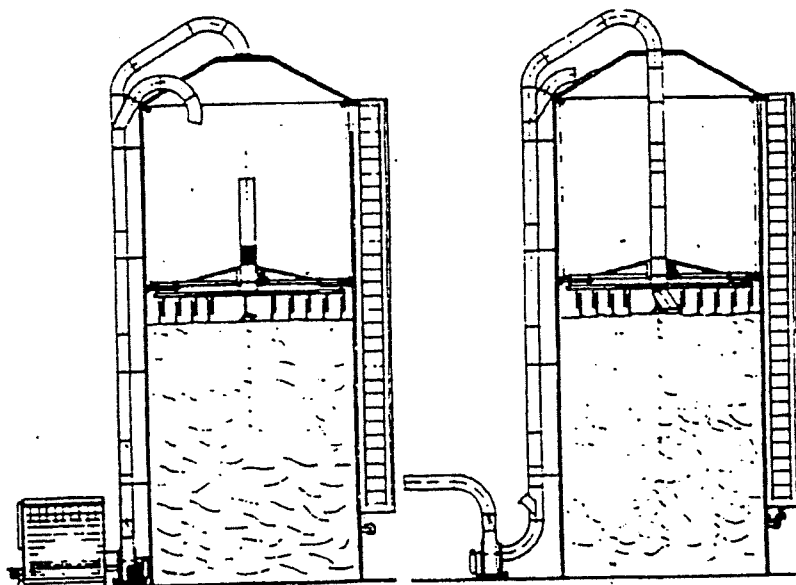

Fig. 7.3
- Om fläkten används för fyllnad och uttag från tornsilor i kombination med NEUERO fylltömmare skall rörledningen dras enligt fig. 7.3.